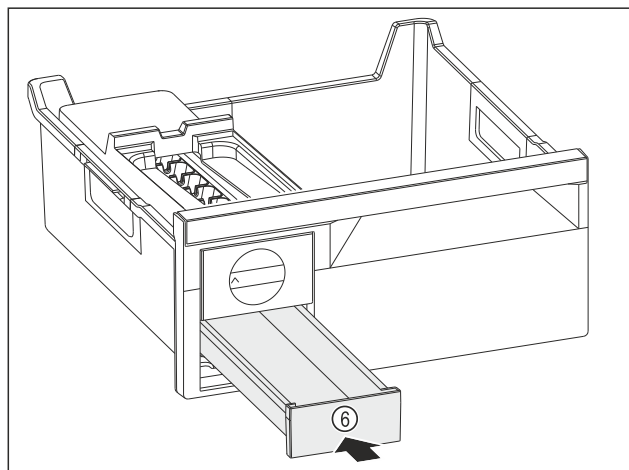

Fig. 83
- ▶ Skub isterningseskuffen Fig. 83 (6) ind.